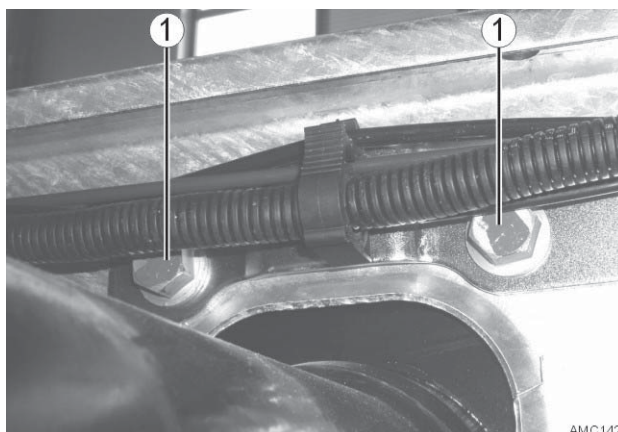

Bild 54
4. Zwei Sechskantschrauben mit Flansch M12x1,5x40 (Bild 54 - 1) aus der oberen Federbalgkonsole herausschrauben (Rahmeninnenseite).